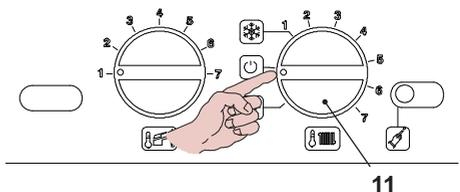

Fig. 9.17
- Per uscire dalla programmazione posizionare il selettore 11 come indicato in Fig. 9.17 .